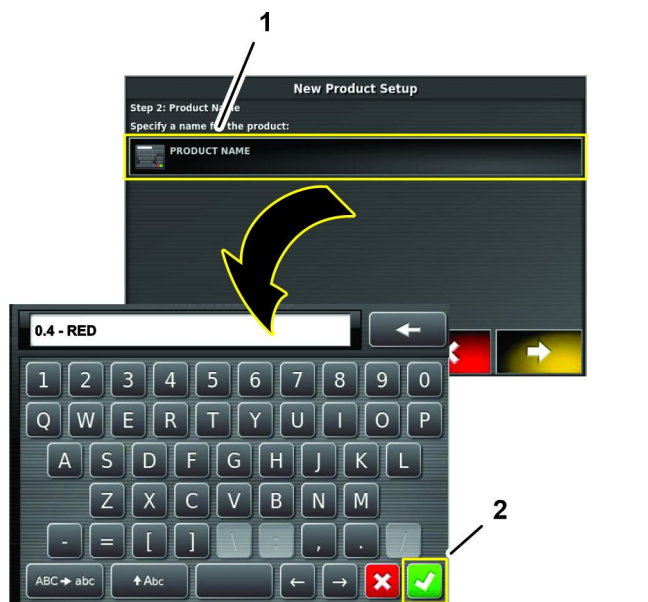

Figura 118
7. Pulse el icono NOMBRE DEL PRODUCTO, introduzca el nombre con el teclado en pantalla, y pulse el icono Confirmar (Figura 118).